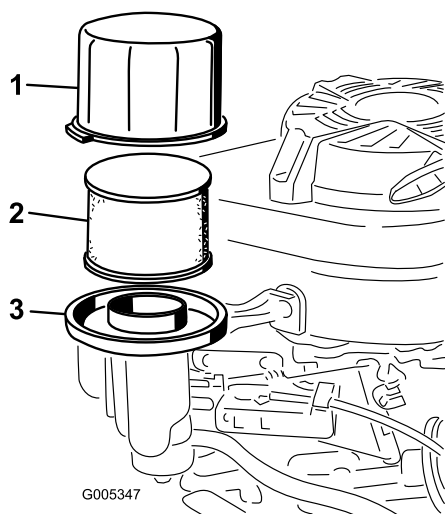

Figure 26
3. Enlevez le couvercle et nettoyez-le soigneusement (Figure 26).
4. Enlevez et examinez l'élément filtrant en papier (Figure 26) et mettez-le au rebut s'il est excessivement encrassé.
5. Enlevez le préfiltre en mousse et nettoyez-le à l'eau avec un détergent doux. Séchez-le ensuite en le serrant légèrement dans un chiffon (Figure 26).